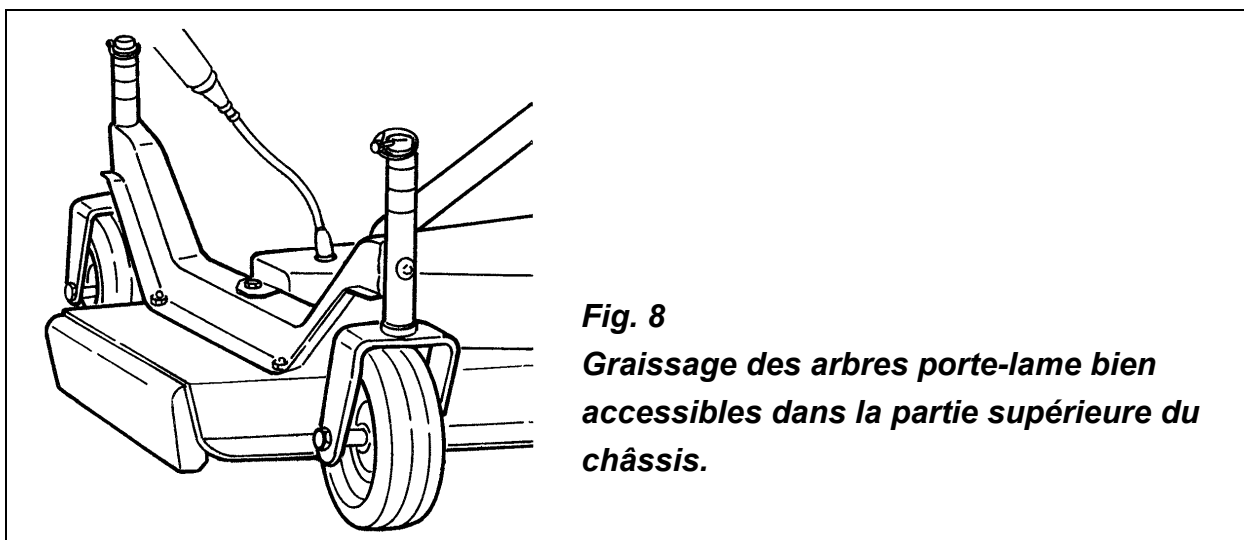

Fig. 8
1. graisser avec de la graisse multigrade les trois arbres porte-lames (**voir fig. 8**). Ils sont facilement accessibles dans la partie supérieure du châssis, une fois enlevées les protections rondes en plastique noir, qui protègent les graisseurs axiaux.
1. les lames tournent en sens inverse des aiguilles d'une montre pour un opérateur positionné face à la partie inférieure du châssis. Les lames doivent être positionnées avec le tranchant du côté du sens de rotation, tandis que l'ailette opposée du tranchant est tournée vers le châssis (**voir fig. 8**).